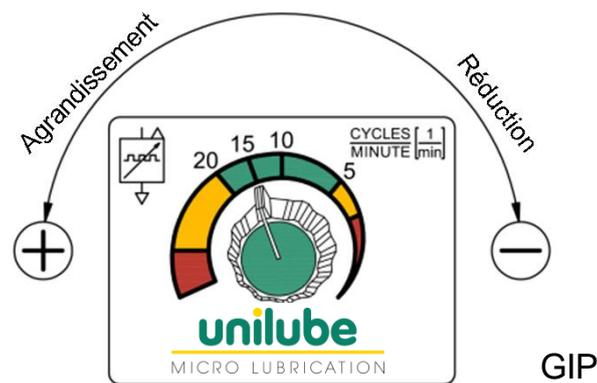

Fig. 12 : Générateur d'impulsions pneumatique (GIP) - réglage du nombre de cycles ($5 \div 20$ impulsions/min)
($\hat{=}$ 50 NI/min, *fig. 12*)
8.2.4 Augmenter le nombre de cycles du générateur d'impulsions pneumatique à environ 60 (-120) impulsions/minute (fig. 12 et chapitre 6.3). Pour la version avec distributeur de pompe électrique (option), sélectionner le réglage pour la purge dans la commande de la machine (en fonction de la programmation du client).